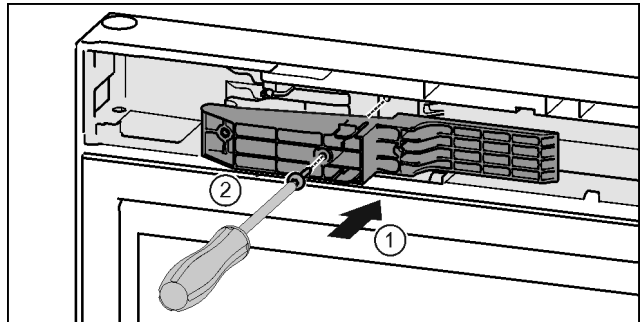

Fig. 48 \*
- ▶ Helyezze be az illesztődarabot a nyílásba a fogantyú felőli oldalra. Fig. 48 (1)\*
- ▶ Húzza meg a csavarokat a T15 csavarhúzóval. Fig. 48 (2)\*